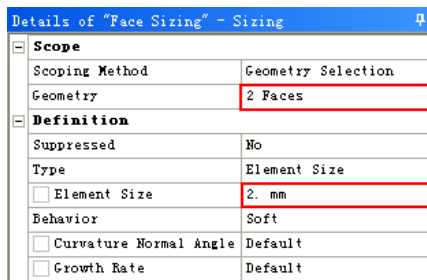

图 3-77 参数设置列表
- 步骤 04** 在参数设置列表中单击 Geometry 后的 **Apply** 按钮,完成面的选择,设置 Element Size 为 2mm,如图 3-77 所示。